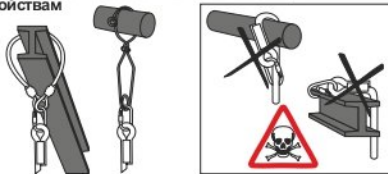

Рис. 7. Использование стропов без амортизатора
В случае использования стропа с подключенным амортизатором, соединительно-амортизирующая подсистема должна быть подсоединена к точке на привязи, имеющей обозначение А (рис. 7).
- подсоединять строп с амортизатором к точкам для позиционирования (рис. 7, а);